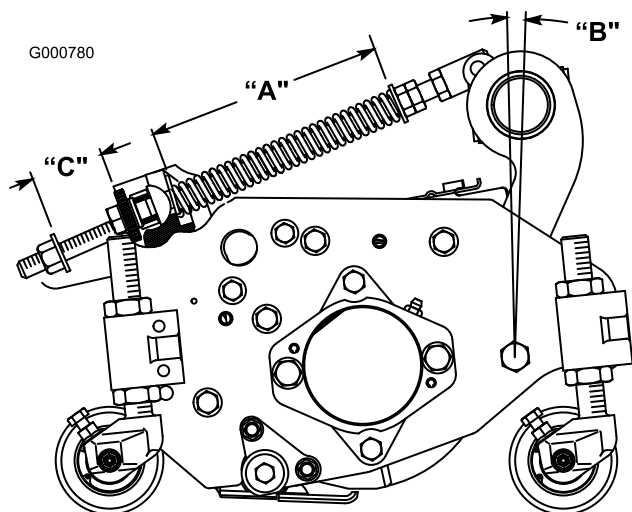

Figura 8
A mola de compensação (Figura 8), que liga a estrutura de suporte à unidade de corte, controla a rotação (para a frente e para trás) disponível e a distância ao solo no transporte e nas inversões de marcha.
1. Aperte a porca de bloqueio na parte posterior da haste da mola até que a folga (C) entre a parte posterior do suporte da mola e a parte da frente da anilha seja de 25 mm (Figura 8).
2. Aperte as porcas sextavadas na extremidade dianteira da haste da mola até que o comprimento da mola em compressão (A) seja de 203 mm (Figura 8).
Nota: Se estiver a cortar relva muito grossa ou irregular, aumente o comprimento da mola em compressão (A) para 216 mm e a folga (C) entre a parte posterior do suporte da mola e a parte frontal da anilha para 38 mm (Figura 8).